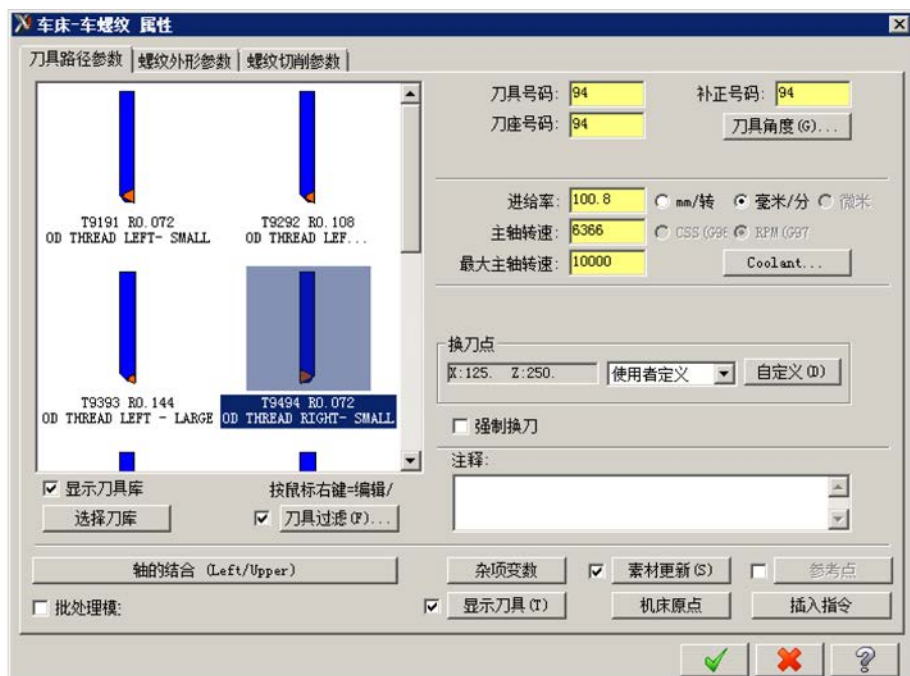

图 8.5.3 “车床-车螺纹 属性”对话框
选择下拉菜单**刀路(T)** →  **车螺纹(T)...**命令，系统弹出图 8.5.3 所示的“车床-车螺纹 属性”对话框。
Step1. 设置刀具参数。选取图 8.5.3 所示的“T9494 R0.072 OD THREAD RIGHT-SMALL”刀具，在“车床-车螺纹 属性”对话框的**进给率**文本框中输入值 100.0。